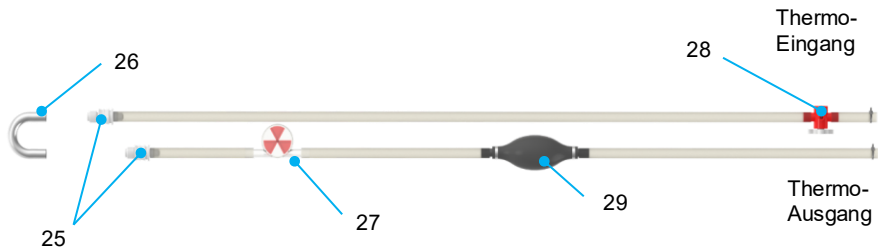

Abbildung 7 Thermoschlauch
Die Thermoeinheit hält die Temperatur der zirkulierenden Perfusionslösung mithilfe von Peltier-Elementen konstant. Je nach der eingestellten Temperatur kühlen oder heizen diese Elemente den internen Wasserkreislauf mithilfe thermoelektrischer Effekte. Zur Übertragung der Temperatur des internen Wasserkreislaufs auf die Perfusionslösung ist die Thermoeinheit über Silikonschläuche an die Wärmetauscheranschlüsse beider Oxygenatoren angeschlossen, siehe Abbildung 5 und Abbildung 7. Der Ausgang der Thermoeinheit ist mit dem „Wassereingang“ des Wärmetauschers verbunden und der Eingang der Thermoeinheit ist mit dem „Wasserausgang“ des Wärmetauschers verbunden.
- Bringen Sie den Thermoschlauch (Abbildung 7) mit dem Verbindungsstück (Ziffer 26) so tief wie möglich an. Achten Sie darauf, dass sich beim Befüllen und Entlüften (Abschnitt 2.3.1) der Ein- und der Ausgang der Thermoeinheit (Abbildung 7, Ziffer 21 und 22) an der höchsten Stelle befinden, so dass sich Luftblasen zur Thermoeinheit hin bewegen.
- Drücken Sie den Entlüftungsballon (Abbildung 7, Ziffer 29) wiederholt zusammen, um so viel Luft wie möglich aus dem Thermoschlauch zu drücken.
- Schließen Sie das Thermoschlauchsystem mithilfe der Wasseranschlüsse (Abbildung 7, Ziffer 25) an den Oxygenator (Abbildung 13) an. Der Oxygenator verfügt über zwei Thermoschlauchanschlüsse, und jeder Anschluss kann als Ein- oder Auslass verwendet werden. Es ist sicherzustellen, dass ein Schlauch an den Thermoeinlass und einer an den Thermoauslass angeschlossen ist (siehe Abbildung 7).